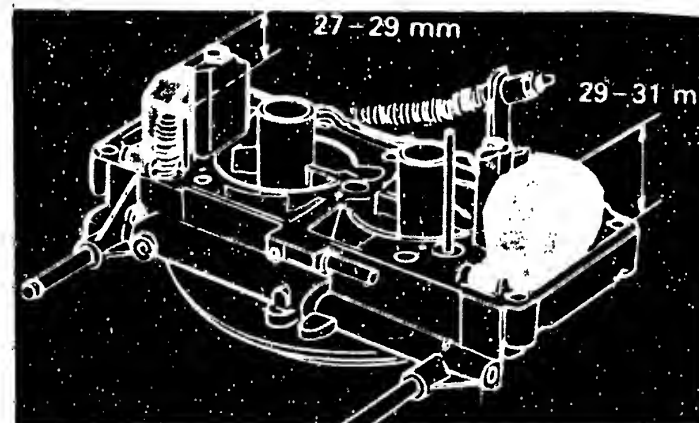

Bild 42 Vergaser Pierburg 2 B 5: Der Schwimmerstand beider Stufen lässt sich prüfen, aber nicht einstellen.
a) Der **Schwimmerstand** wird bei verkehrt gehaltenem Vergaserdeckel ermittelt, wobei der Stift im Schwimmernadelventil nicht eingedrückt sein darf (Bild 42). Bei falschem Schwimmerstand müssen der Stift und der Schwimmer ersetzt werden.